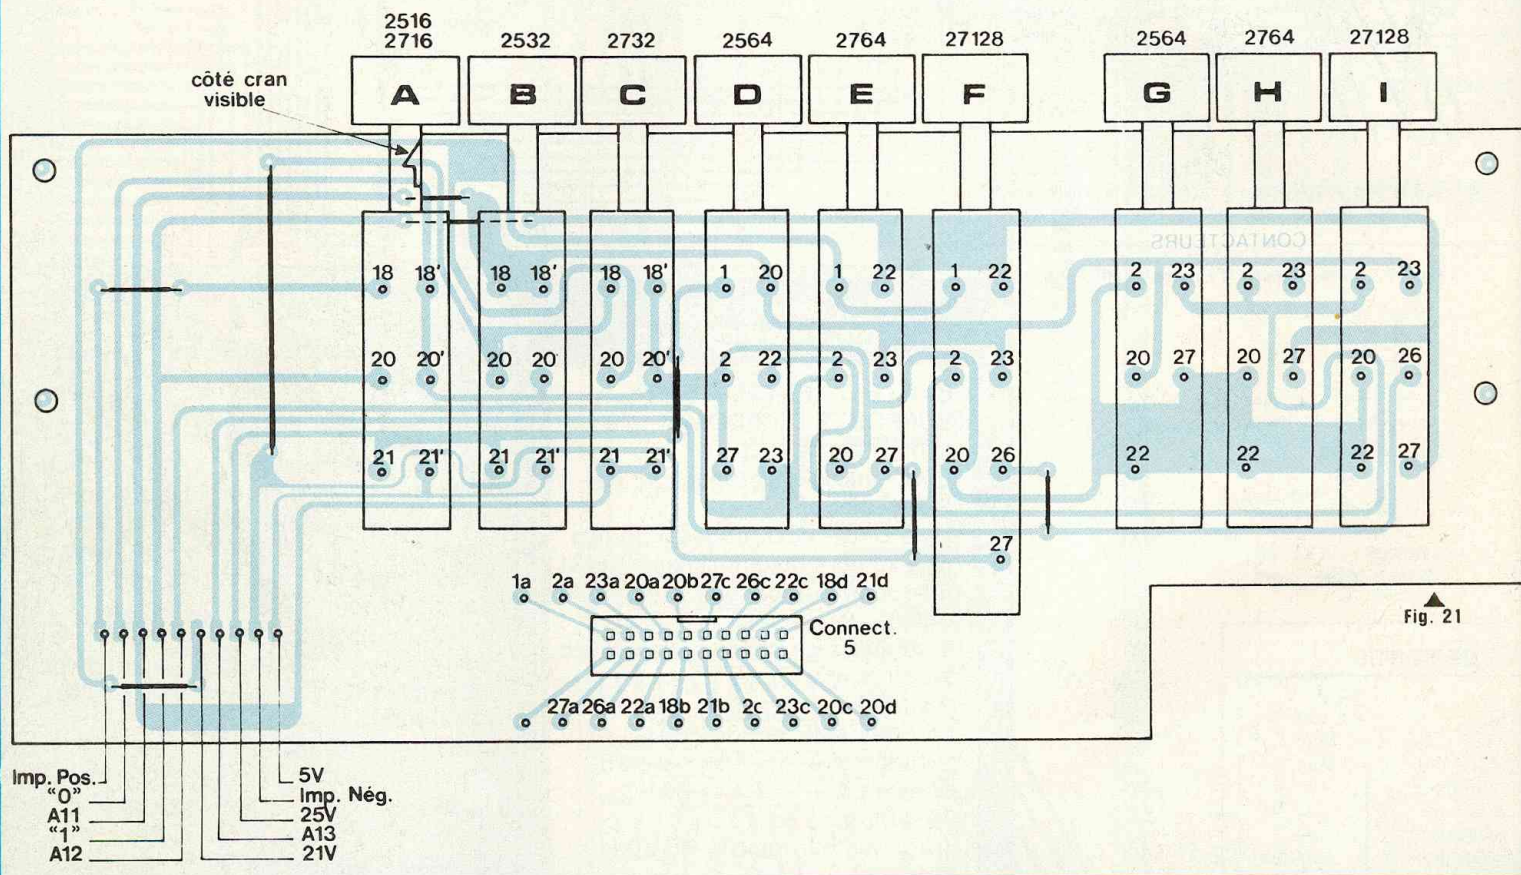
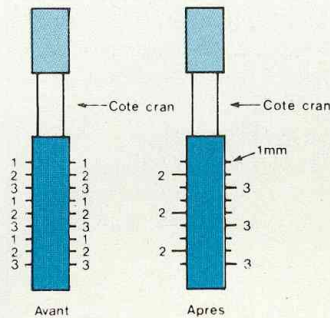

Fig. 21
Fig. 20 : Préparation des contacteurs.
Avant le montage des contacteurs sur la carte, il va vous falloir les préparer. Aidez-vous pour cela des figures 20 et 21. Les contacteurs 6 circuits possèdent deux rangées de 9 broches de chaque côté et le contacteur 8 cir-
Du côté opposé au cran, il vous faut couper toutes les broches numérotées 1 et 3, à chaque rangée, en laissant environ 1 mm sur le contacteur. Du côté du cran, vous allez couper toutes les broches numérotées 1 et 2, également à chaque rangée (figure 20). Sur le contacteur à 8 circuits (F), il vous faudra couper les trois dernières broches afin de ne laisser que 7 circuits. Les trois broches basses des contacteurs G et H seront également coupées afin d'obtenir 5 circuits (figure 21). En vous aidant de la même figure, implantez les connecteurs sur le circuit imprimé. Les broches doivent pouvoir s'insérer dans les trous sans difficulté. Si c'est le cas, ôtez les contacteurs du circuit, soudez les 8 straps, remettez les contacteurs en place et soudez-les.